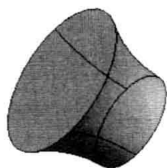
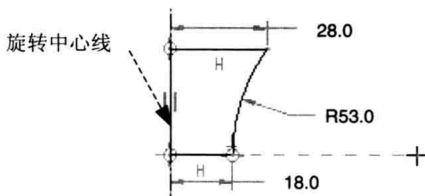

图 1.2 旋转 1
图 1.3 截面草图
- (1) 选择下拉菜单 **文件(F)** → **新建(N)...** 命令（或单击“新建文件”按钮 ），系统弹出文件“新建”对话框。
- (2) 在此对话框的 **类型** 选项组中选择 **零件** 单选项。
- (3) 在 **名称** 文本框中输入文件名 INSTANCE_AIR_PIPE。
- (4) 取消 ☒ **使用缺省模板** 复选框中的“√”号，单击该对话框中的 **确定** 按钮。
- (5) 在系统弹出的“新文件选项”对话框的 **模板** 选项组中，选择 **mmns_part_solid** 模板，单击该对话框中的 **确定** 按钮。
Step2. 创建图 1.2 所示的基础特征——旋转 1。
- (1) 选取命令。选择下拉菜单 **插入(I)** → **旋转(R)** 命令。
- (2) 在绘图区右击，从弹出的快捷菜单中选择 **定义内部草绘...** 命令；选取 FRONT 基准平面为草绘平面，TOP 基准平面为参照平面，方向为 **顶**；在“草绘”对话框中单击 **草绘** 按钮。
- (3) 绘制图 1.3 所示的特征截面（要绘出中心线），完成后单击“草绘完成”按钮 .